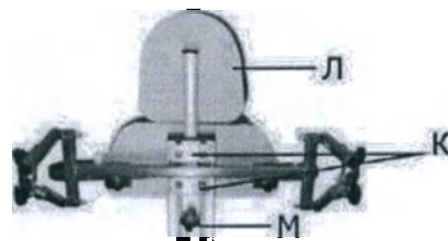

Рис.62
7) Регулировка положения столика (при наличии) (рис.62)
8) Регулировка подголовника по высоте (при наличии) (рис.62)